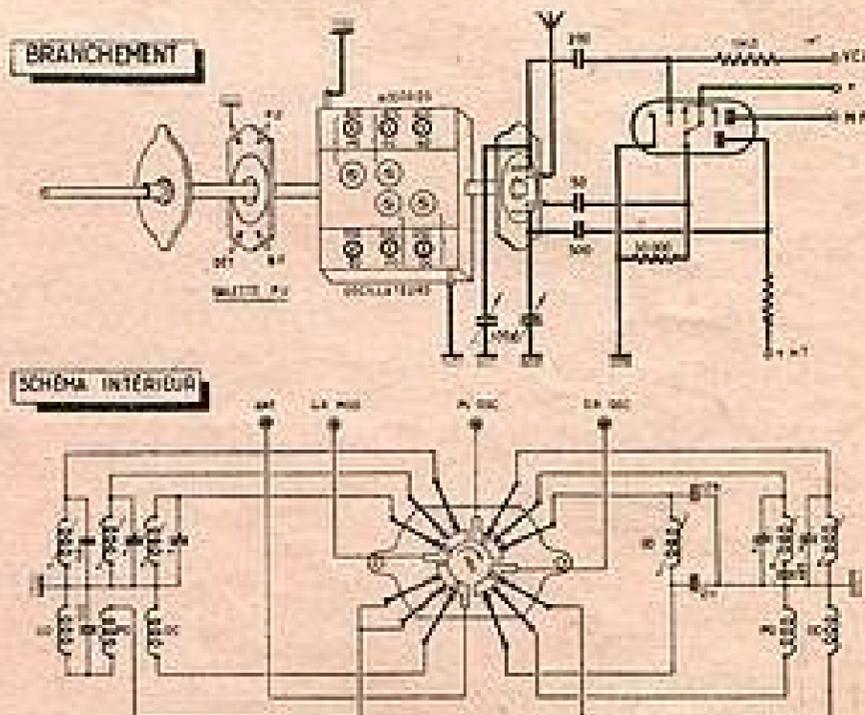

FIG. 2. — Schéma de branchement, de montage intérieur et d'encadrement d'un bloc d'accord à 3 gammes (Visodion R23A)
Ce bloc est représenté sur la figure 2. On a indiqué les connexions des bobinages du bloc avec la lampe oscillatrice-modulatrice (ECH41 ou ECH42, ECH3 ou 6ES en l'espèce), les condensateurs variables d'accord et d'oscillatrice, les condensateurs fixes et les résistances. Ce bloc blindé couvre les gammes (PO) de 1604 à 515 kc/s (GO) de 306 à 155 kc/s (GO) et (OC) 17,98 à 5,88 Mc/s avec un condensateur variable de 490 pF avec trimmer ; la fréquence intermédiaire est de 455 kc/s. On peut employer des antennes diverses, les circuits du bloc étant à haute impédance.
Sur la figure 2, (schéma intérieur), le schéma est disposé de manière à faire apparaître le commutateur et ses connexions. On peut donc reconnaître à la fois les connexions de branchement et les positions respectives des bobinages. Les galettes du commutateur sont représentées vues du côté du mécanisme en position